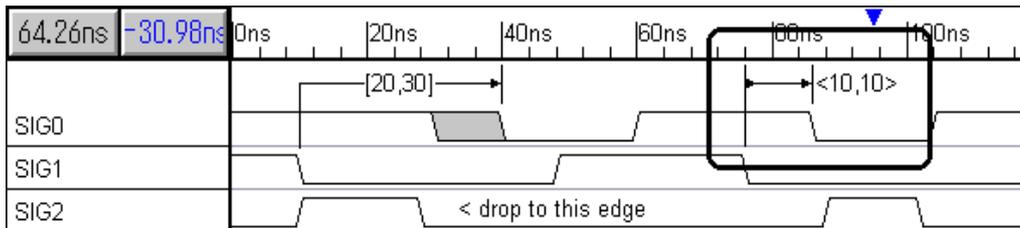

図 3.4 信号遷移間の最小/最大時間を表示した例
6. つぎに Display Label ドロップ・ダウン・リスト・ボックスを使って Distance 表示を選択します。このとき、ラベルは信号遷移間の最小/最大時間を示します(図 3.4)。